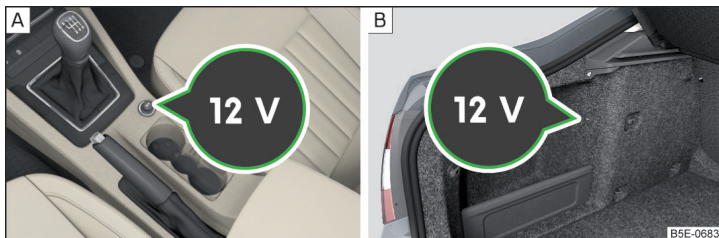

Fig. 112 Couvercle de la prise 12 volts : dans la console centrale avant / dans le coffre à bagages
- Pour **utiliser** la prise, retirez le cache » fig. 112 - [A] ou ouvrez le cache de la prise » fig. 112 - [B].